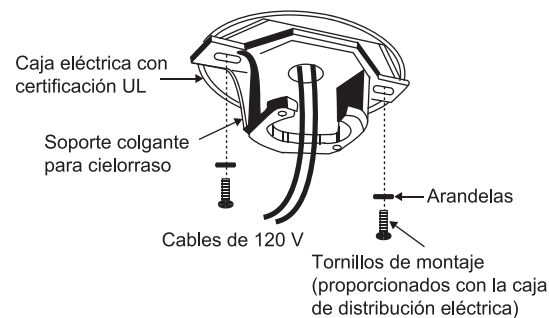

Fig. 8
Paso4. Pase los cables de alimentación de 120 voltios desde la caja de distribución eléctrica del techo a través del centro de la placa de montaje de techo. (Fig. 8)
Paso 5. Acople el soporte de montaje para cielorraso a la caja de distribución eléctrica utilizando los tornillos y las arandelas incluidas con la caja de distribución. (Fig. 8)